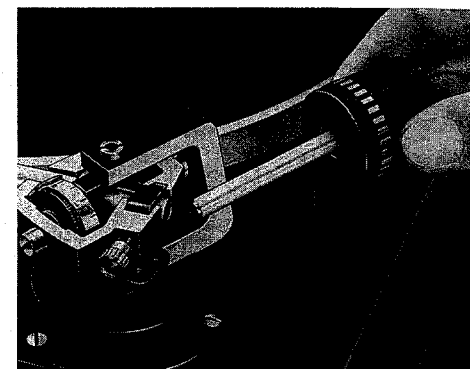

Fig. 3
Nehmen Sie bitte das Tonarm-Balancegewicht aus dem Styroporeinsatz und stecken Sie den Dorn des Balancegewichtes, nach Lösen der Feststellschraube (11), in die dafür vorgesehene Öffnung am hinteren Ende des Tonarmes. Die dreikantförmige Aussparung am Dorn muß dabei nach unten zeigen (Fig. 3).
Pour desserrer les vis de sécurité, utilisées pour le transport, tournez-les dans le sens des aiguilles d'une montre jusqu'à ce qu'elles descendent d'environ 15 mm et continuez à visser dans le même sens jusqu'au blocage complet. Maintenant, la platine, ainsi fixée dans sa suspension élastique, est prête à fonctionner. Retirez le contrepoids du bras de l'emballage de styropor, et introduisez la tige du contrepoids, après avoir desserré la vis de blocage (11), dans l'ouverture prévue à cet effet à l'extrémité arrière du bras de lecture. L'encoche triangulaire de la tige doit alors être tournée vers le bas (Fig. 3).
Take the tonearm counter balance out of its Styrofoam insert. Loosen the setscrew (11) at the rear of the tonearm, then insert the shaft of the counter balance in the opening provided for this purpose. The triangular shaped notch of the shaft must point in downward direction (Fig. 3). Pages 22 and 24 explain how to balance the tonearm and then apply stylus pressure and anti-skating.
Steek de doorn van het gewicht, na losmaken van de borgingsschroef (11) achter de naalddrukinstelling-, achter in de toonarm. De uitsparing in de doorn moet aan de onderzijde zitten (Fig. 3).
Togliete ora il contrappeso dall'involucro di plastica ed infilate lo spinotto nel foro posteriore del braccio (dopo avere allentato la vite d'arresto). La scanalatura triangolare deve essere rivolta verso il basso (Fig. 3).